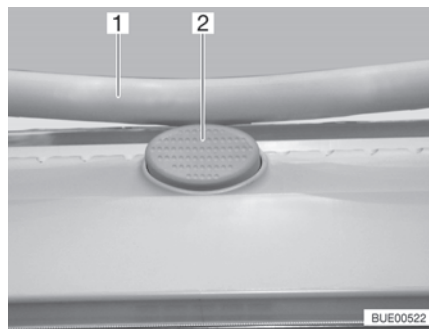

Bild 43 Låsknapp (Heki-taklucka)
- Tryck på låsknappen (Bild 43,2) och dra ner bygeln (Bild 43,1) med båda händerna.
- Tryck bygeln uppåt med båda händerna tills bygeln ligger ovanför låsknappen (Bild 43,2).